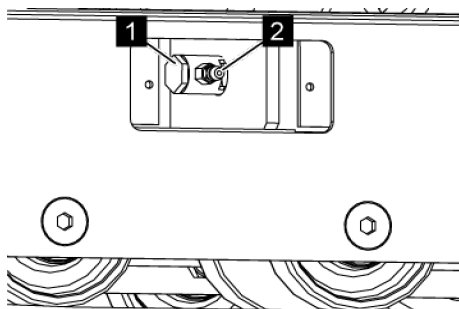
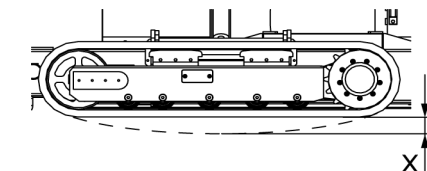

Fig. 150: Tourner l'accouplement coulissant
Fig. 151: Fléchissement X
5. ➔ *Tourner l'accouplement coulissant (Voir la Fig. 150/1) de 180° dans le sens des aiguilles d'une montre, jusqu'à ce que le graisseur (Voir la Fig. 150/2) soit à l'extérieur.*
6. ➔ *Injecter avec une pompe à graisse sur le graisseur (Voir la Fig. 150/2) de la graisse multi-usages (N° de réf. 3917/0095), jusqu'à ce que la chaîne pende (Voir la Fig. 151/X) de 10 à 15 mm.*
7. ➔ *S'assurer qu'il n'y a pas de graisse qui ressorte du graisseur (Voir la Fig. 150/2).*